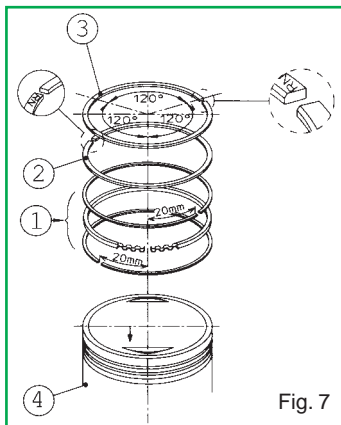

Fig. 7
- Insérez le ressort expandeur du segment racleur d'huile dans la rainure spéciale se trouvant sur le piston, insérez la lamelle racleur d'huile inférieure puis la lamelle racleur d'huile supérieure en complétant le montage du racleur d'huile (Fig. 7 - Part. 1).
- Montez le deuxième segment avec l'estampillage N tourné vers la partie supérieure du piston comme montré dans la Fig. 7 - Part. 2.
- Insérez le premier segment de compression avec l'estampillage N tourné vers la partie supérieure du piston comme montré dans la Fig. 7 - Part. 3.
- Positionnez les ouvertures des coupes des garnitures élastiques comme montré dans Fig. 7.
- Placez le piston sur la bielle et insérez le nouvel axe de piston. Assurez-vous que la flèche poinçonnée sur la calotte du piston soit tournée du côté de l'échappement (Fig. 7 - Part 4).
- Contrôlez de nouveau que les ouvertures des coupes des garnitures élastiques soient positionnées comme montré dans la Fig. 7.